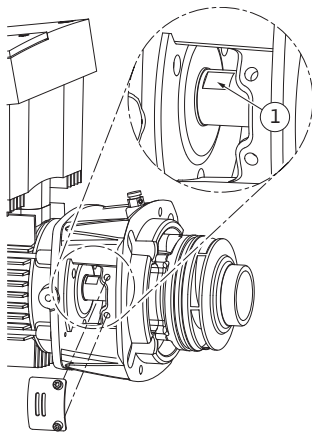

Fig. 49: planos de llave en el eje
15. Introduzca una llave de boca fija (entrecaras óptimo de 22 mm) en la ventanilla de la linterna y sujete el eje por los planos de llave (Fig. 49, pos. 1). Desatornille la tuerca del rodete (Fig. 7, pos. 15). El rodete (Fig. 7, pos. 16) se retira automáticamente del eje.
24. Para el montaje del rodete introduzca en la ventanilla de la linterna una llave de boca fija (entrecaras óptimo de 22 mm) y sujete el eje por los planos de llave (Fig. 49, pos. 1).